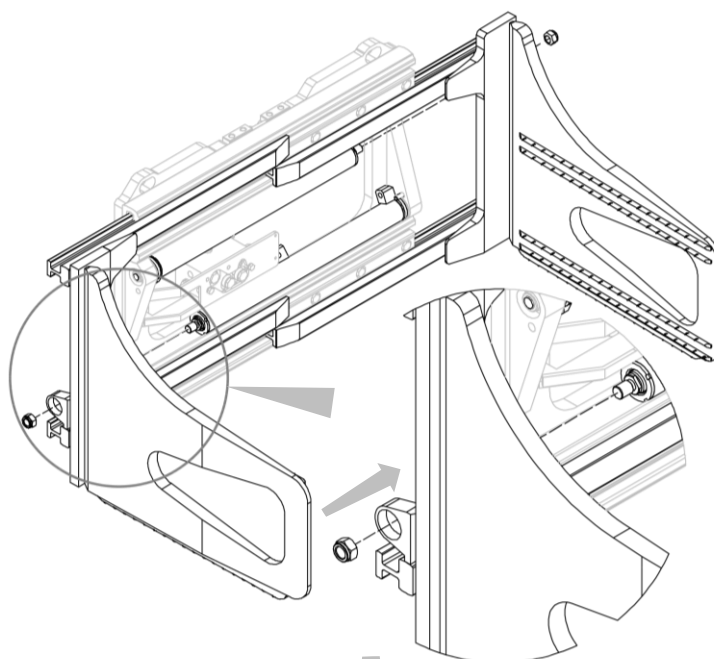
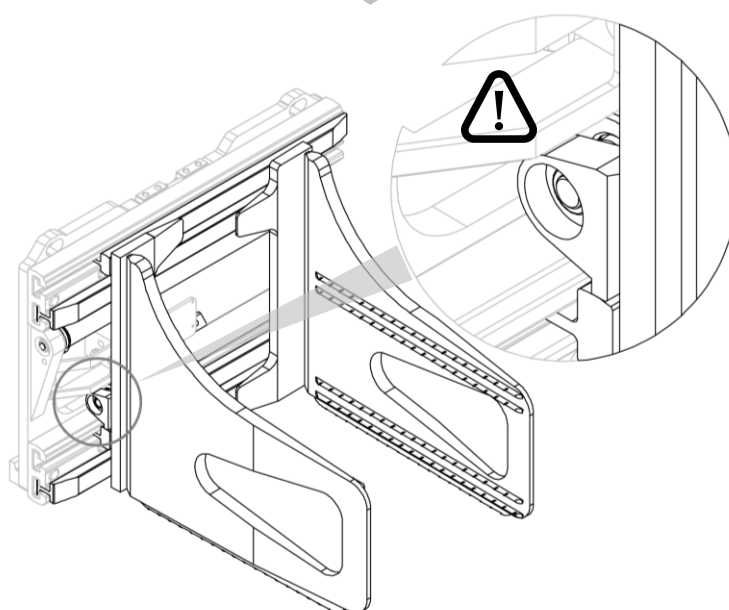

Figura 13
Figura 14
4. Inserire le forcelle, con le relative ganasce, nelle apposite sedi e vincolarle ai cilindri mediante i relativi dadi (vedi *Figura 13* e *Figura 14*).